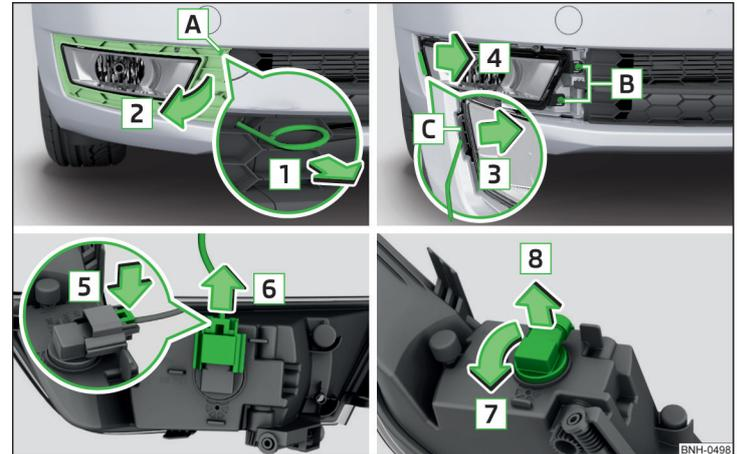

Abb. 195 Nebelscheinwerfer herausnehmen / Glühlampe wechseln
- › In die Öffnung **A** » Abb. 195 den Bügel zum Abziehen der Radvollblenden einführen.
- › Durch Ziehen am Haken in Pfeilrichtung **1** das Schutzgitter in Pfeilrichtung **2** abnehmen » Abb. 195.
- › Die Verriegelung am Stecker in Pfeilrichtung **5** drücken » Abb. 195.
- › Den Nebelscheinwerfer entgegen der Pfeilrichtung **4** » Abb. 195 einsetzen und festschrauben.